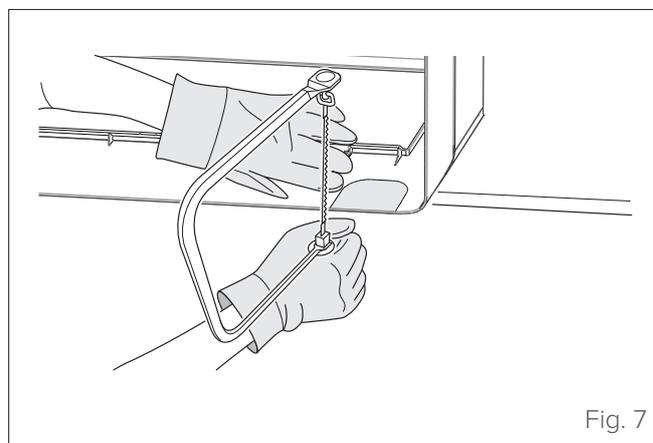

Fig. 7
- 2 Se il foro a parete si trova dietro l'unità, lasciare in posizione il pannello pretranciato. Se il foro a parete si trova a lato dell'unità interna, rimuovere il pannello di plastica pretranciato dal fianco dell'unità utilizzando un seghetto per traforo (vedere "Fig. 7").